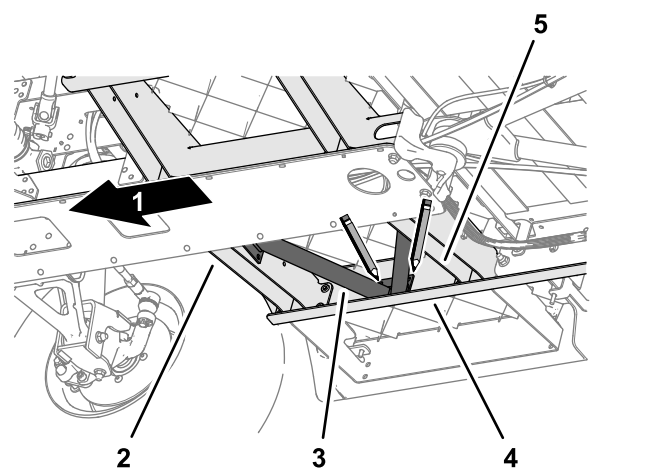
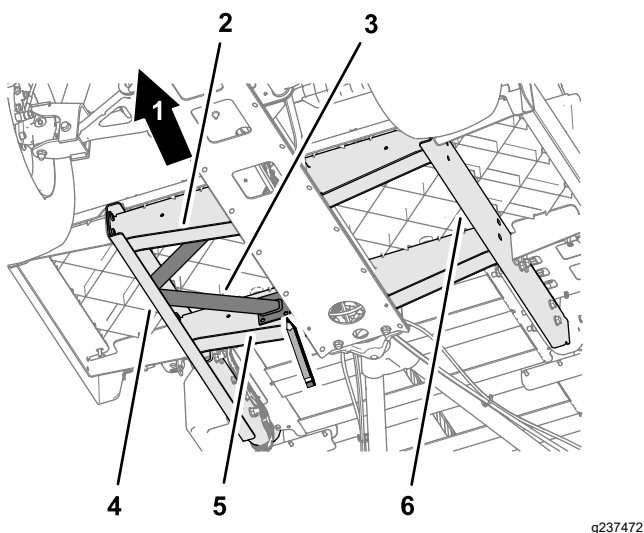
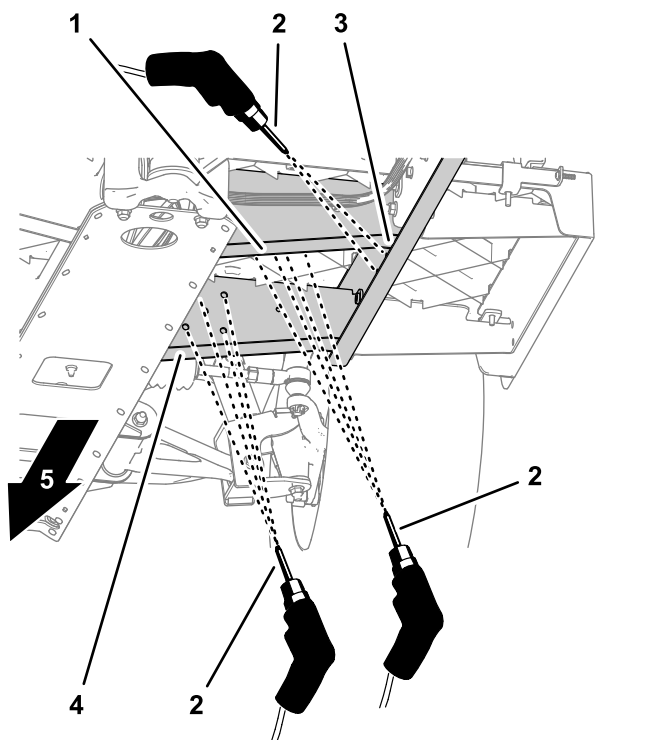

**Figure 15**
**Figure 16**
**Figure 17**
avant et le profilé de cadre arrière de la machine (Figure 15).
- Mettre le renfort de plancher parallèle au plancher (Figure 15).
- En vous servant du renfort de plancher comme gabarit, repérez l'emplacement des trous sur le profilé de cadre latéral et les profilés de plancher (Figure 15, Figure 16 et Figure 17).